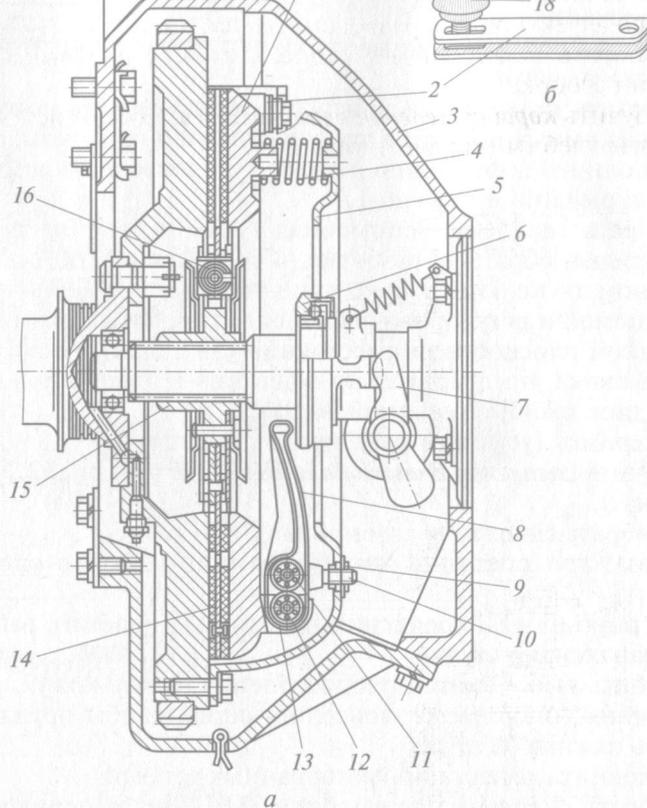

Рис. 2.2. Сцепление автомобиля ЗИЛ-130:
5. Изучить *сцепление автомобиля ЗИЛ-130* (см. рис. 2.2 и учебный плакат).